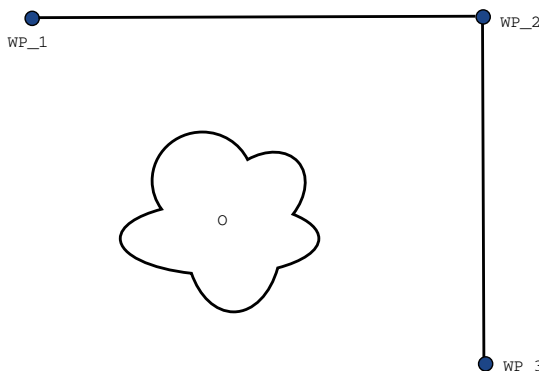

Figure 14.2: WP\_1: начальное положение, WP\_2: промежуточная точка, WP\_3: положение захвата, O: препятствие.
**Пример** Рассмотрим операцию захвата и перемещения в качестве примера (см. рисунок 14.2), где робот в настоящий момент находится в контрольной точке 1 (WP\_1) и должен выполнить захват объекта в контрольной точке 3 (WP\_3). Во избежание столкновений с объектом и другими препятствиями (O) робот должен двигаться к WP\_3 в направлении из контрольной точки 2 (WP\_2). Таким образом, три контрольные точки участвуют в создании пути, удовлетворяющего требованиям.